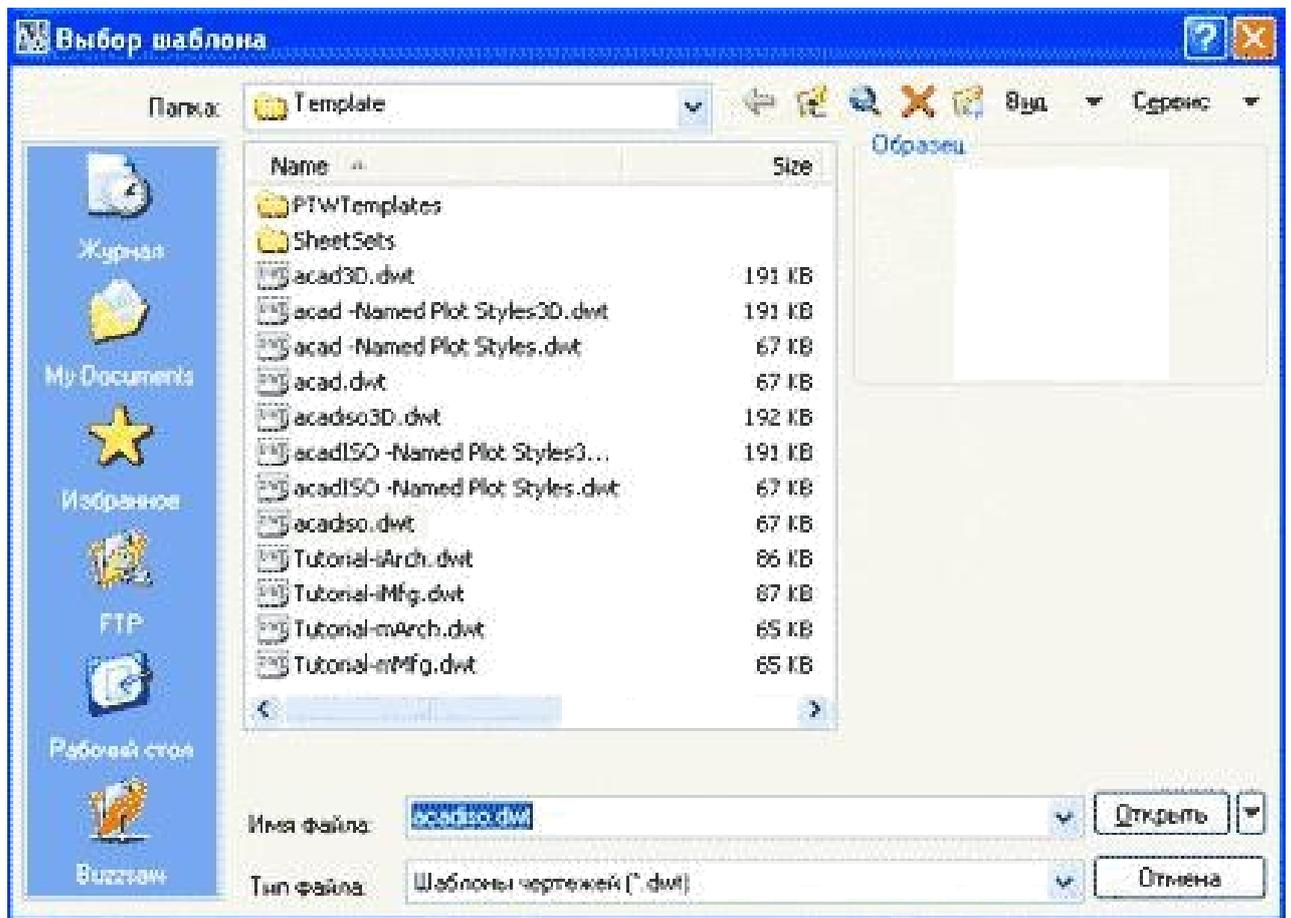

Рисунок 1.2.Диалоговое окно Выбор шаблона (Select Template).
- Выберите из меню команду Файл ► Создать (File ► New). На экране снова появятся панели инструментов и командное окно, но, прежде чем создать новый документ, AutoCAD предложит вам выбрать шаблон (template) для этого документа с помощью диалогового окна Выбор шаблона (Select Template), см. Рисунок 1.2. Шаблон - это обычный документ AutoCAD, но с расширением не DWG, а DWT.